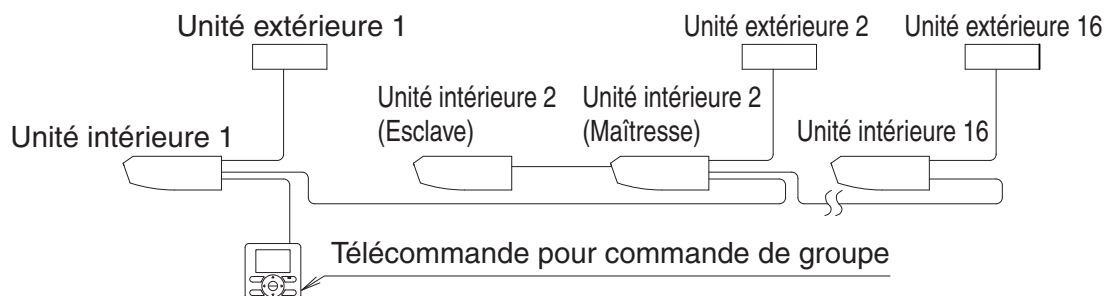

Fig. 34
- Lors de l'utilisation en tant qu'unité en paire ou unité principale pour le système de fonctionnement simultané, vous pouvez commander le démarrage/l'arrêt simultané (groupe) de 16 unités maximum à l'aide de la télécommande. (**Reportez-vous à la Fig. 34**)